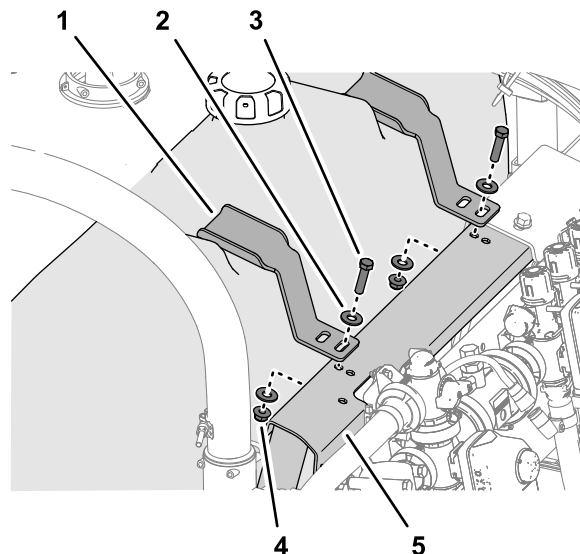

Bild 16
1. Fluchten Sie die Befestigungshalterung mit den Verjüngungen aus, die in die Oberseite des Spülbehälters eingegossen sind (Bild 16)
2. Fluchten Sie den Schlitz in der Befestigungshalterung mit dem Loch in der Ventilbefestigung aus (Bild 16).
3. Montieren Sie die Befestigung mit einer Schraube ($\frac{3}{8}$ " x $1\frac{1}{2}$ "), zwei Scheiben ($\frac{3}{8}$ ") und einer Sicherungsbundmutter ($\frac{3}{8}$ "), die Sie in Entfernen des Spülbehälters \(Seite 6\) entfernt haben, lose an der Ventilbefestigung (Bild 16).
4. Wiederholen Sie die Schritte 1 bis 3 für die andere Befestigung an der anderen Vertiefung im Spülbehälter (Bild 16).